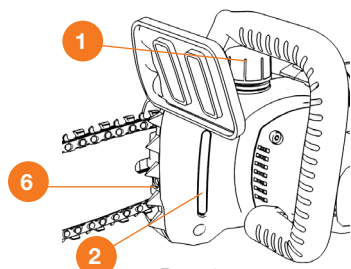

Рис. 6
4. Осуществите натяжку цепи с помощью винта **6** (Рис. 6). Затяните прижимную гайку.
Смазка цепи происходит автоматически. Откройте крышку масляного бака **1**, не допускайте попадания в бак инородных предметов и мусора. Заполните бак рекомендованным маслом **DEAWOO**. Протрите внутреннюю полость крышки и плотно закрутите ее. Во время работы следите за уровнем масла через контрольное окно **2** (Рис. 6).